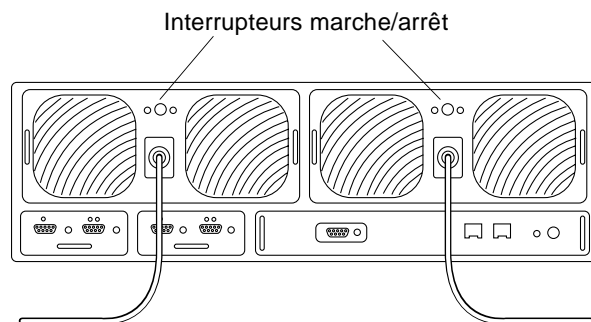

FIGURE 3-1 Emplacement des interrupteurs marche/arrêt
3. **Appuyez sur le bouton marche/arrêt de chaque unité d'alimentation et de refroidissement afin de la mettre hors tension (FIGURE 3-1).**